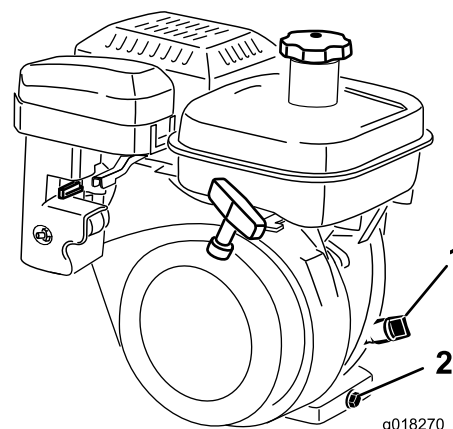

図 34
2. 機体が水平になるように駐車し、オイルゲージの周囲をきれいに拭く図 34。
3. オイルゲージを左に回して抜きとる図 34。
2. 機体下にあるドレンプラグの下に廃油受けを置く図 34。ドレンプラグをゆるめる。